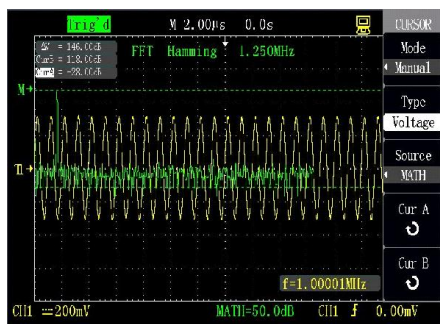

Figura 2-20 Medição do cursor da amplitude do espectro
- O valor de Delta V na tela é a amplitude da forma de onda FFT, como mostrado na figura 2-20.